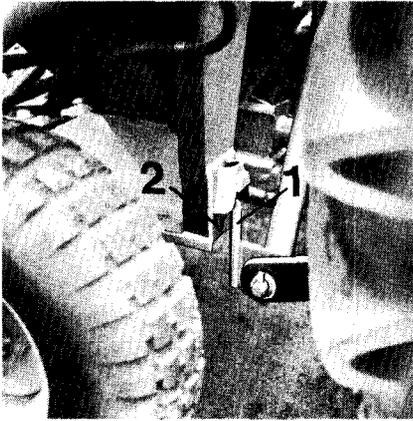
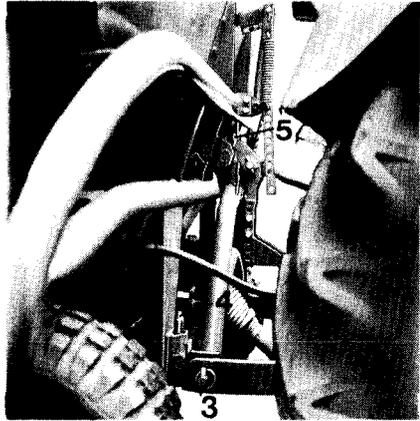

Fig. 1
Fig. 2
1. Der Anbaurahmen wird von der EV abgenommen und in der Schlepperhydraulik befestigt. Jetzt fährt man mit dem Schlepper so dicht an die EV heran, bis die beiden Zapfen (Fig. 1/1) gegen den Rahmen (Fig. 1/2) stoßen. Durch langsames Betätigen der Hydraulik gleiten die Zapfen (Fig. 2/4) in die Taschen (Fig. 2/3). Nun ist nur noch der obere Anlenkpunkt des Anbaurahmens mit Bolzen und Federvorstecker (Fig. 2/5) zu sichern.